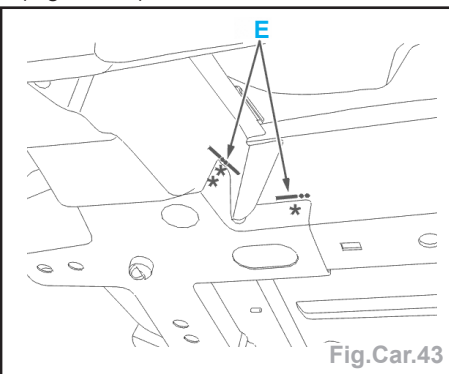

Fig.Car.43
- Découper par fraisage des points (Fig.Car.43).